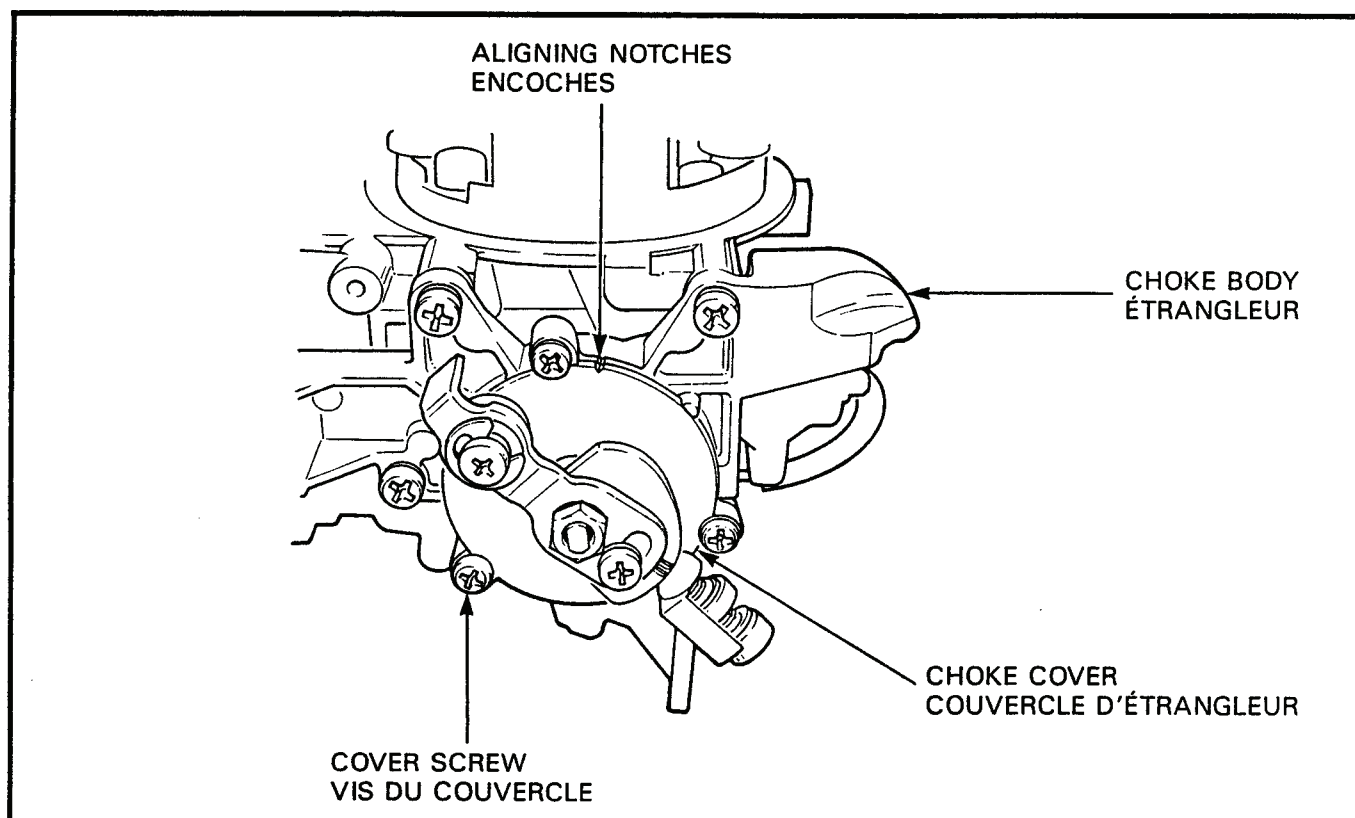

Figure 2-8-4 Choke Cover and Choke Body Alignment
- e. Realign the mark on the choke cover with the mark on the choke body, see Figure 2-8-4 and tighten the cover screws.
- e. Aligner à nouveau la marque du couvercle de l'étrangleur et la marque de l'étrangleur, voir figure 2-8-4, et serrer les vis du couvercle.